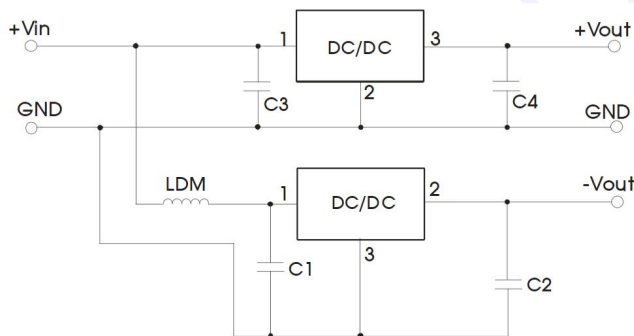

图 3 正负输出并联应用电路
3. 当产品用于图 3 所示的应用电路时, 建议增加电感 LDM 以减小产品相互间的干扰, LDM 推荐值为 10  $\mu$ H;